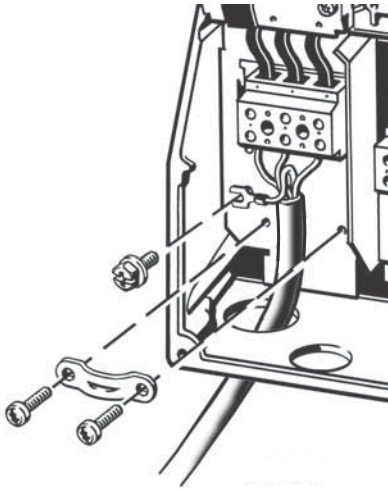

Fig. 14 Conexión a la red, B1 y B2
1. Conecte el conductor de tierra al terminal 95 (PE). Véase la fig. 14.